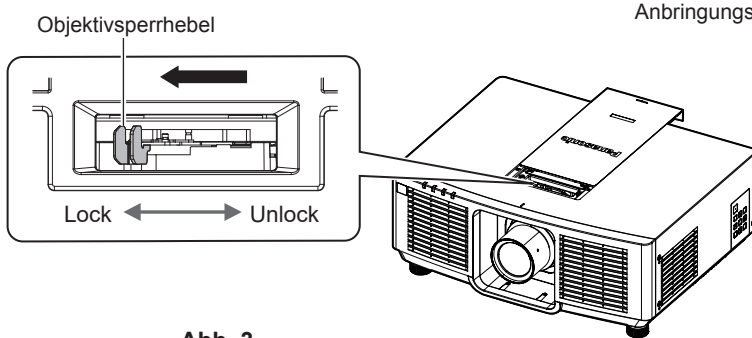

Abb. 3
- Wenn sich der Objektivsperrhebel auf der Seite LOCK (Abb. 3) befindet, drücken Sie den Objektivsperrhebel ein und drehen Sie ihn zur Seite UNLOCK (Abb. 2).
- 4) **Halten Sie das Projektionsobjektiv fest und drehen Sie den Objektivsperrhebel vollständig zur Seite LOCK. (Abb. 3)**